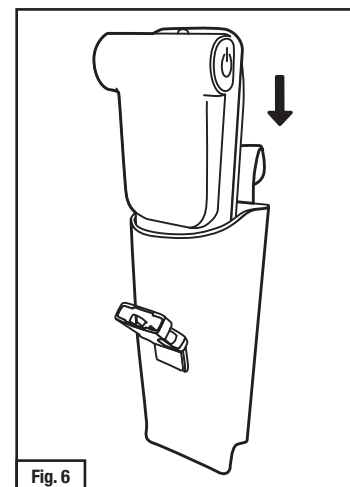

Fig. 6
- Puede usar la funda de uso rudo en cualquier lado del cinturón; si elige usar la batería y funda en el lado **derecho** del cinturón, deslice el adaptador TR-659 con batería en la funda con el lado de la batería hacia el enlace del cinturón (posterior) de la funda (Fig. 6).